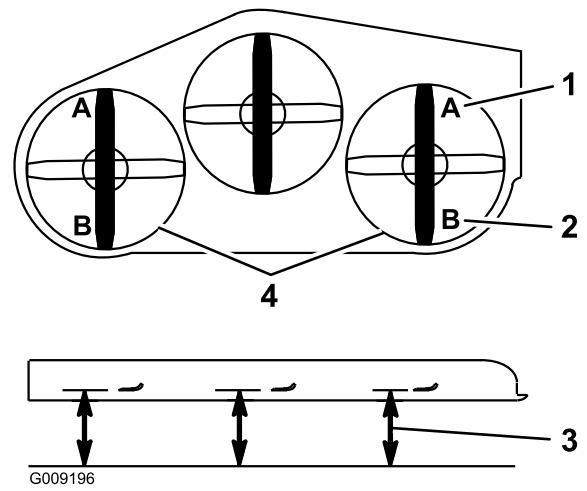

Bild 96
9. Messen Sie an beiden Seiten des Mähwerks den Abstand von der ebenen Fläche bis zur vorderen Messerspitze (Stellung A), wie in Bild 96 abgebildet.
15. Messen Sie an beiden Seiten des Mähwerks den Abstand von der ebenen Fläche bis zur hinteren Messerspitze (Stellung B), wie in Bild 96 abgebildet.